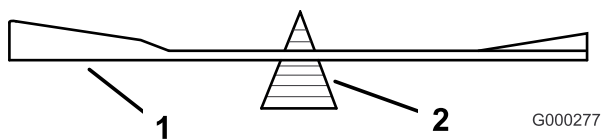
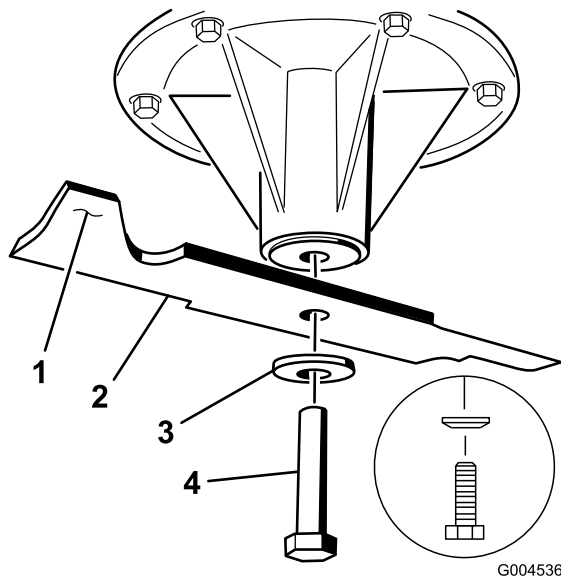

Figura 101
Figura 102
2. Verifique el equilibrio de la cuchilla colocándola sobre un equilibrador de cuchillas (Figura 101). Si la cuchilla se mantiene horizontal, está equilibrada y puede utilizarse. Si la cuchilla no está equilibrada, rebaje algo el metal en la parte de la vela solamente (Figura 102). Repita este procedimiento hasta que la cuchilla esté equilibrada.
1. Instale la cuchilla en el eje (Figura 102).
2. Instale la arandela elástica y el perno de la cuchilla. El cono de la arandela de muelle debe estar orientado hacia la cabeza del perno (Figura 102). Apriete el perno de la cuchilla a 115-150 N·m (85 a 110 pies-libra).